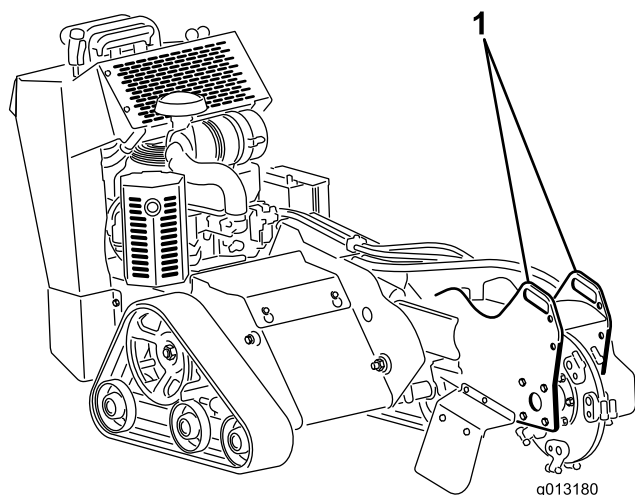
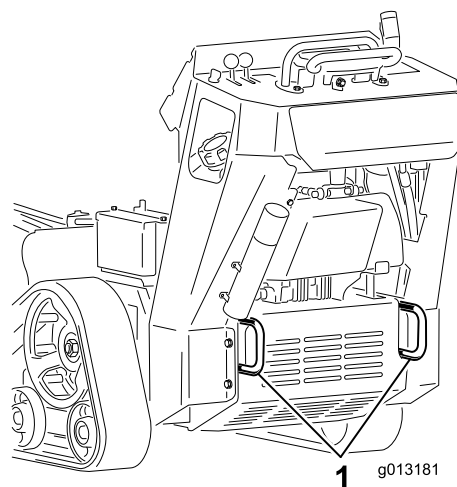

Figura 23
Figura 24
3. Sujete la máquina al remolque con cadenas o correas usando los puntos de amarre/izado situados en la parte delantera y trasera de la máquina (Figura 23 y Figura 24). Consulte en la normativa local los requisitos aplicables al remolque y al sistema de amarre.
Puede izar la máquina usando los puntos de amarre/izado (Figura 23 y Figura 24).